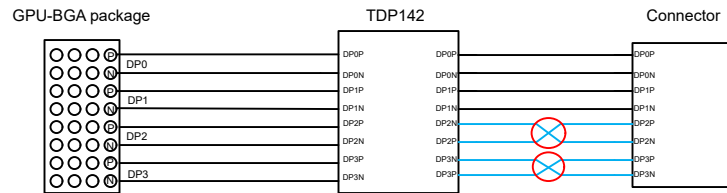
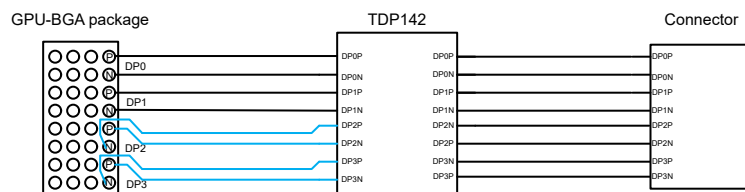

図 8-7. レイアウト例：出力側での信号交差
図 8-8. レイアウト例：INDP2 と INDP3 の極性スワップ
10. デバイスの出力ピンとコネクタとの間の順序が一致していないため、レイアウトでは OUTDP2 と OUTDP3 で信号が交差する可能性があります (図 8-7 を参照)。オプションの 1 つは、GPU が BGA パッケージである場合にデバイスの入力 で極性をスワップし、使用するビアの数を最小限に抑えることです。
以下の図は、BGA パッケージを使用して、デバイスの出力とソースの DisplayPort コネクタとの間の不一致順序を調整する方法を示しています。図 8-7 に、TDP142-Q1 とコネクタとの間の交差セクションを示します。通常、交差を避けるためにビアを使用しますが、ビアを使用するとシグナル インテグリティが減衰する可能性があります。したがって、TDP142-Q1 の入力に極性スワップを実装できます。図 8-8 に、TDP142-Q1 とコネクタとの間に交差セクションがなくなることを示しています。このため、使用するビアの数を最小限に抑えることができます。このオプションは、BGA パッケージを使用しているソースにのみ有用であることに注意してください。